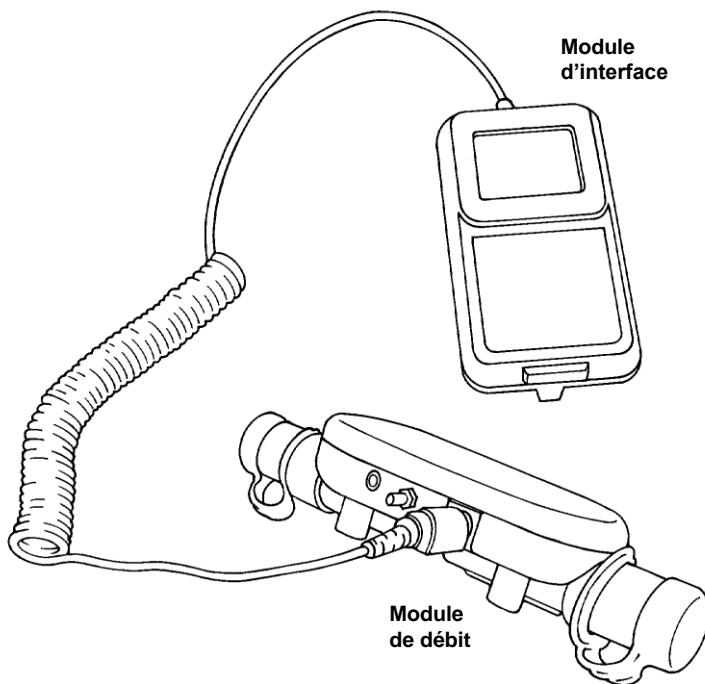

Figure 3. Connexion du module d'interface à un module de débit
1. Connecter le module d'interface à un module de débit (**Figure 3**).